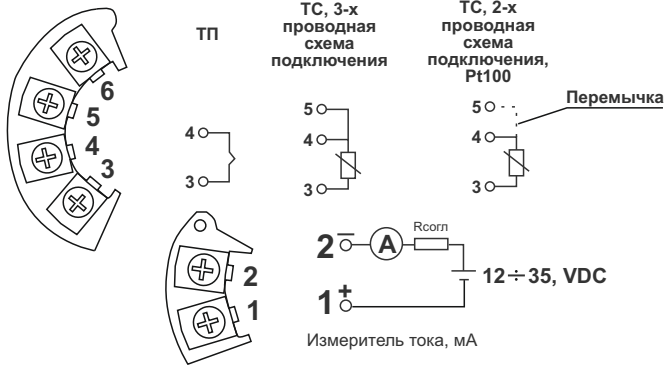

Рисунок 1 -Схемы подключения первичных преобразователей и питания прибора
- Подключите к прибору датчик температуры в соответствии со схемой подключения (Рисунок 1).
2. Соединительные провода от датчика температуры продеть через центральное отверстие прибора и выполнить подключение в соответствии со схемой подключения (Рисунок 1).